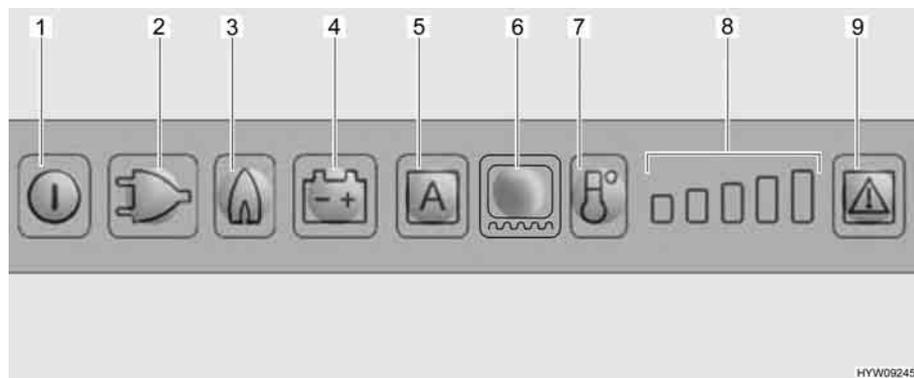

Fig. 139 Elementi di comando del frigorifero
Se è impostata la modalità di funzionamento "AES", la tensione a 230 V **non** è allacciata e il motore del veicolo è **spento**, il sistema AES seleziona il rifornimento di gas. Selezionando il funzionamento a gas, il dispositivo di sicurezza si apre automaticamente, così che il gas possa fluire al bruciatore. Contemporaneamente si inserisce l'accenditore elettronico. Se la fiamma del gas si spegne, p. es. a causa di un colpo di vento, l'accenditore viene subito azionato riaccendendo il gas. In caso di guasto del funzionamento a gas, i tasti luminosi relativi a gas (Fig. 139,3) e guasto (Fig. 139,9) lampeggiano e viene emesso un segnale acustico per 20 secondi.
Dopo l'accensione il frigorifero seleziona automaticamente la regolazione intermedia del termostato. Questa regolazione può essere modificata manualmente tramite il tasto di selezione del livello di temperatura (Fig. 139,7). Le spie di controllo (Fig. 139,8) indicano la temperatura selezionata sul termostato. Il tasto di selezione del livello di temperatura permette di regolare la temperatura di refrigerazione per tutti e tre i tipi di energia. Ci vogliono alcune ore prima che il frigorifero raggiunga la temperatura normale di esercizio. Cambiando la modalità di funzionamento la regolazione del termostato non viene modificata. La temperatura di refrigerazione è indipendente dal tipo di energia utilizzata.
- Accendere il riscaldamento del telaio per 2 ore: Premere una volta il tasto luminoso per il riscaldamento del telaio (Fig. 139,6). Sull'indicazione dei gradi di temperatura (Fig. 139,8) si accende una barra.
- Accendere il riscaldamento del telaio per 5 ore: Premere due volte il tasto luminoso per il riscaldamento del telaio (Fig. 139,6). Sull'indicazione dei gradi di temperatura (Fig. 139,8) si accendono due barre.
- Regolazione del riscaldamento del telaio ad esercizio continuo: Premere tre volte il tasto luminoso per il riscaldamento del telaio (Fig. 139,6). Sull'indicazione dei gradi di temperatura (Fig. 139,8) si accendono tre barre.
L'indicazione dei gradi di temperatura (Fig. 139,8) indica per alcuni secondi la durata di esercizio del riscaldamento del telaio.
Nel caso di temperature esterne ed umidità dell'aria elevate è possibile che si formino gocce d'acqua sul telaio in metallo del vano congelatore. Per questo motivo il frigorifero è dotato di un riscaldamento del telaio per il vano congelatore. Nel caso di temperature e umidità dell'aria elevate, accendere il riscaldamento del telaio con il tasto luminoso per il riscaldamento del telaio (Fig. 139,6). È possibile così evitare fenomeni di corrosione. Quando il riscaldamento del telaio è acceso, si accende il tasto luminoso (Fig. 139,6).
- Premere il tasto On/Off (Fig. 139,1) per circa 2 secondi. Il frigorifero si accende e viene visualizzato l'ultimo tipo di energia impostato, oppure "AES".
- Impostare la temperatura di refrigerazione con il tasto di selezione del livello di temperatura (Fig. 139,7). Le spie di controllo (Fig. 139,8) indicano la temperatura selezionata sul termostato.
- Premere il tasto On/Off (Fig. 139,1) per circa 2 secondi. Il frigorifero si spegne e le indicazioni smettono di lampeggiare.